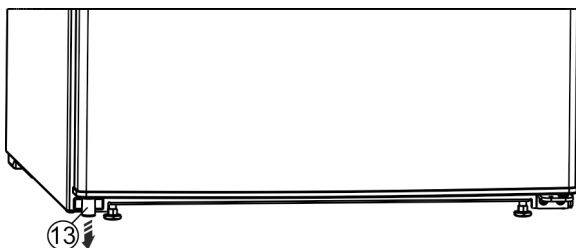

Fig. 14 *
- ▶ Z drzwi na dole po lewej stronie wyjąć element dystansowy Fig. 14 (13).*